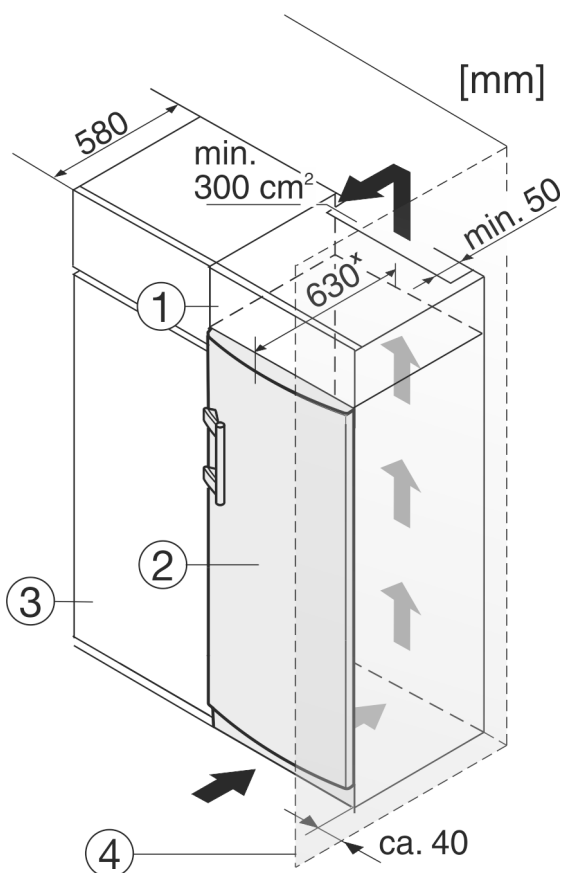

Fig. 10
- (1) Szafka nakładana
- (2) Urządzenie
- (3) Szafka kuchenna
- (4) Ściana
Urządzenie może zostać obudowane szafkami kuchennymi. Aby dopasować urządzenie Fig. 10 (2) do wysokości ciągu szafek kuchennych, można nad urządzeniem umieścić szafkę nasadzaną Fig. 10 (1).
W przypadku obudowania szafkami kuchennymi (głębokość maks. 580 mm) urządzenie można ustawić bezpośrednio obok szafki kuchennej Fig. 10 (3). Urządzenie wystaje z boku o 34 mm x i na środku urządzenia o 50 mm x w stosunku do szafek frontów kuchennych.
Jeżeli urządzenie będzie ustawiane z zawiasami do ściany Fig. 10 (4), to pomiędzy urządzeniem i ścianą należy zachować minimalny odstęp, wynoszący 40 mm. Na taką odległość wystaje klamka przy otwartych drzwiach.